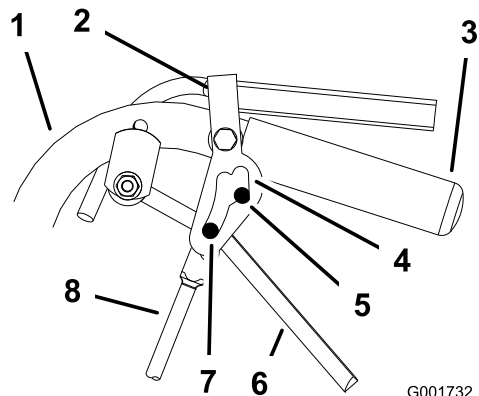

Figura 40
5. Rilasciate e inserite il blocco in folle, verificando che lo pneumatico non ruoti (Figura 40).